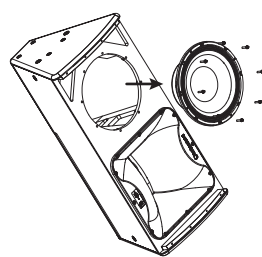

Fig. 2
3. Rimuovere e scollegare il driver dei bassi (fig 2) per accedere alla staffa di fissaggio del driver a compressione, prendendo nota della polarità del driver dei bassi per una successiva riconnessione.